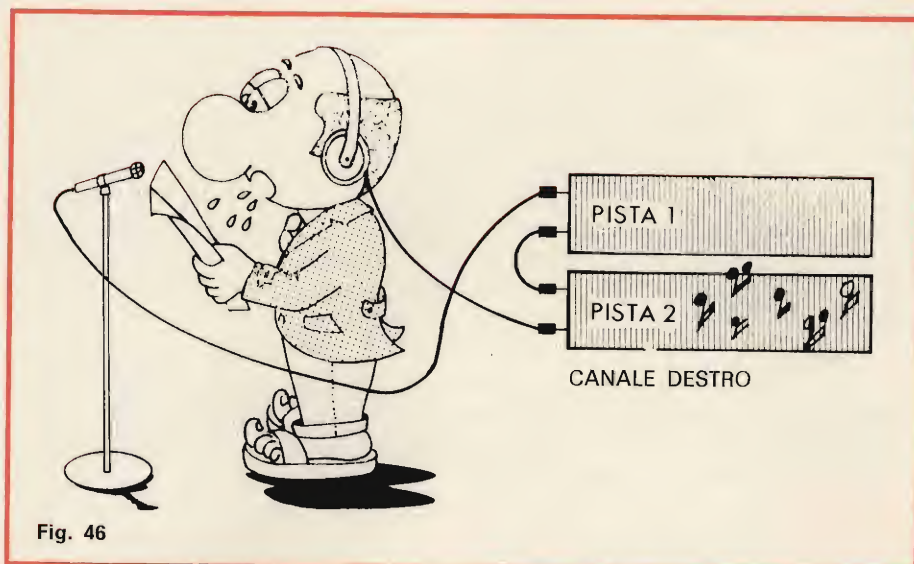

Fig. 46
b) Si registra sulla pista 2 (canale destro) il fondo sonoro musicale (fig. 46). Si mette l'apparecchio in posizione «multiplay» (o anche play-back o re-recording) e si ascolta in cuffia la pista 2 mentre si registra il commento sulla